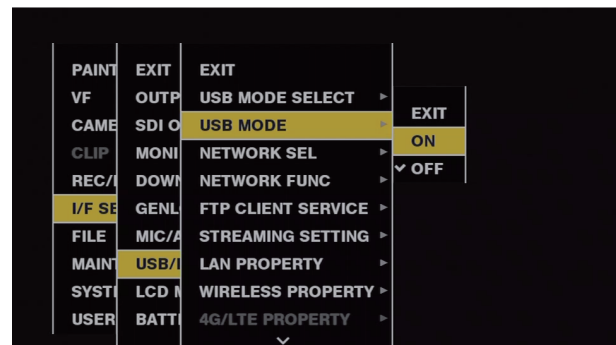

図 4
**3** メインメニュー → [I/F SETUP] → [USB/LAN] → [USB MODE] で [ON] に設定する。(図 4)